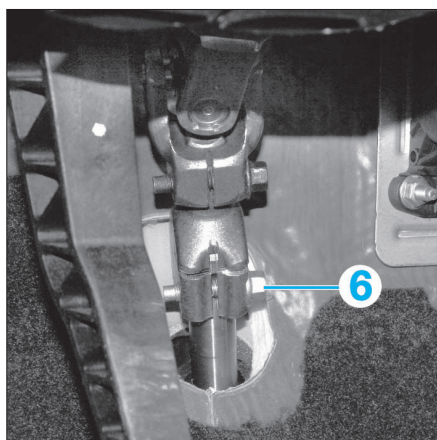

FIG. 7
- la vis (6) (Fig.7) d'accouplement de la colonne de direction sur le boîtier.
- Déposer la vis (6) d'accouplement de la colonne de direction sur le boîtier (Fig.7).